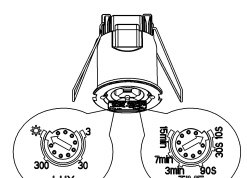

Fig.5
6. Rimuovere il coperchio superiore in plastica ruotandolo in senso orario, ed effettuare le regolazioni tramite i due cursori (Fig.5):
6. Remove the upper plastic cover by rotating it clockwise, and adjust the settings using the two sliders (Fig.5):